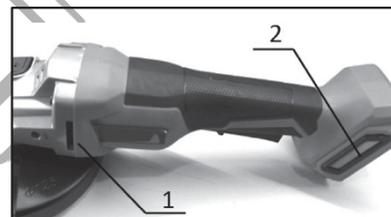

Fig. 12
Tăierea cu un disc de tăiere (Fig. 12)
- Nu acoperiți orificiile de aerisire (Fig. 12) atunci când lucrați, deoarece acest lucru poate cauza deteriorarea sculei din cauza supraîncălzirii.